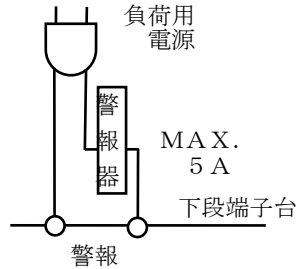

図 1.4 警報出力端子の接続例
C. 警報器の接続は警報端子を使用します。(図 1.4 参照)